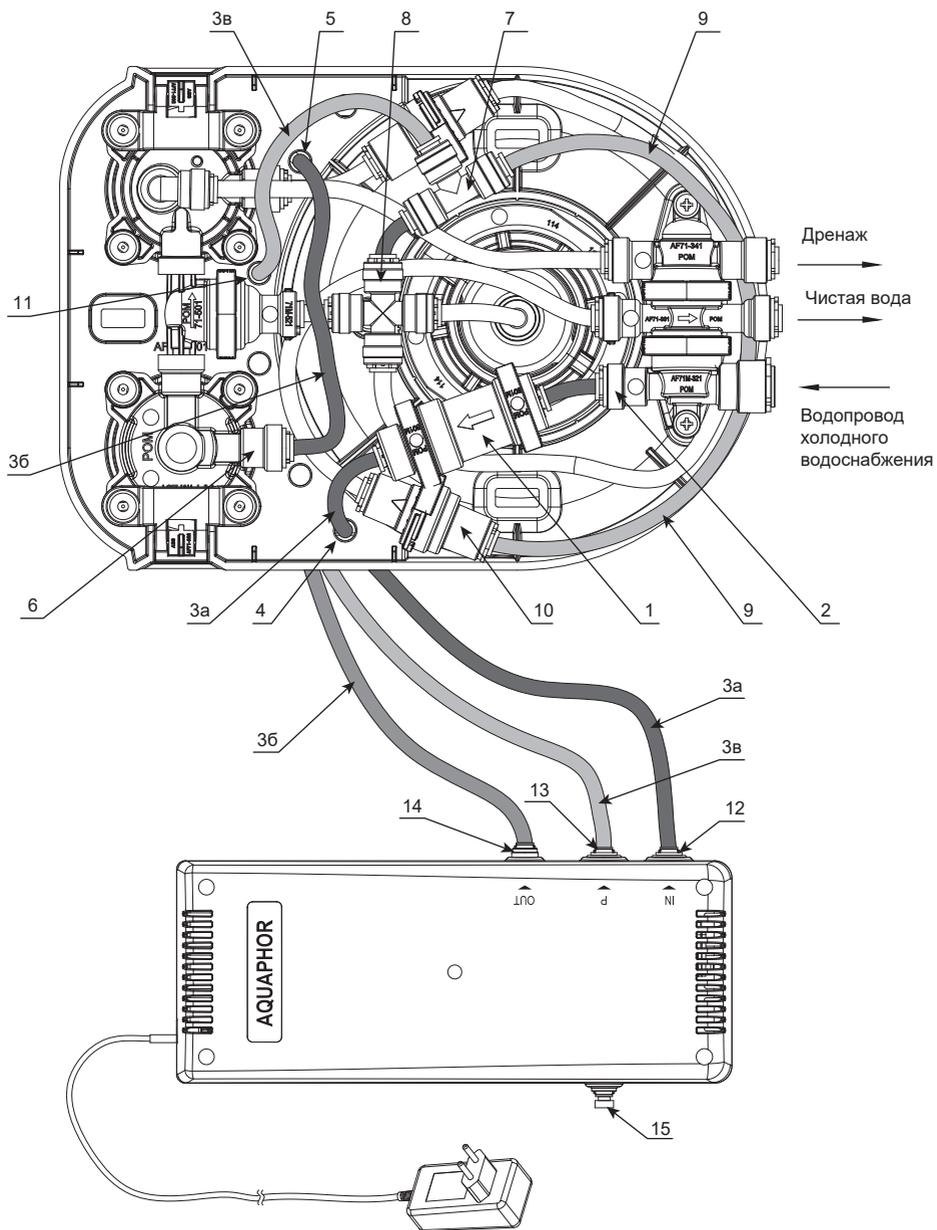

Рисунок 6. Схема подключения КПД к автоматам питьевой воды Аквафор DWM-70S и DWM-70
ПОДКЛЮЧЕНИЕ КПД К АВТОМАТУ ПИТЬЕВОЙ ВОДЫ АКВАФОР DWM-70S И DWM-70 (рис. 6)
- Установите в выходной штуцер реле высокого давления заглушку (15) (входит в комплект поставки КПД).
- Отсоедините трубку, входящую в комплект DWM, от штуцеров (2) и (6).
- Отсоедините трубку (9) от штуцера (8) крестовины.
- Подключите собранный редуктор с трубкой (1), входящий в комплектацию КПД, к штуцеру (2). Убедитесь, что направление стрелки на корпусе редуктора соответствует показанному на рис. 6. После чего трубку (in) (3а) проденьте в технологическое отверстие (4) в консоли, затем подсоедините к свободному выходу редуктора (1) другой конец трубки подсоедините к штуцеру (12) КПД.
- Трубку (out) (3б) проденьте в технологическое отверстие (5) в консоли, затем подсоедините к штуцеру (6) другой конец подсоедините к штуцеру (14) КПД.
- Подключите собранный тройник с трубкой (7), входящий в комплектацию КПД, к штуцеру крестовины (8). После чего трубку (9), входящую в схему DWM и выходящую из обратного клапана (10), подключите к тройнику (7).
- Один конец трубки (3в) (входит в комплектацию КПД), предварительно продев его в технологическое отверстие (11) в консоли, подключите к свободному выходу тройника (7). Второй конец трубки подключите к штуцеру (13).
- Закройте крышку DWM. Проверьте, установку заглушки (15) в одиночный штуцер КПД (рис. 6). Заглушка должна быть вставлена в штуцер до упора и зафиксирована клипсой (рис. 2а).